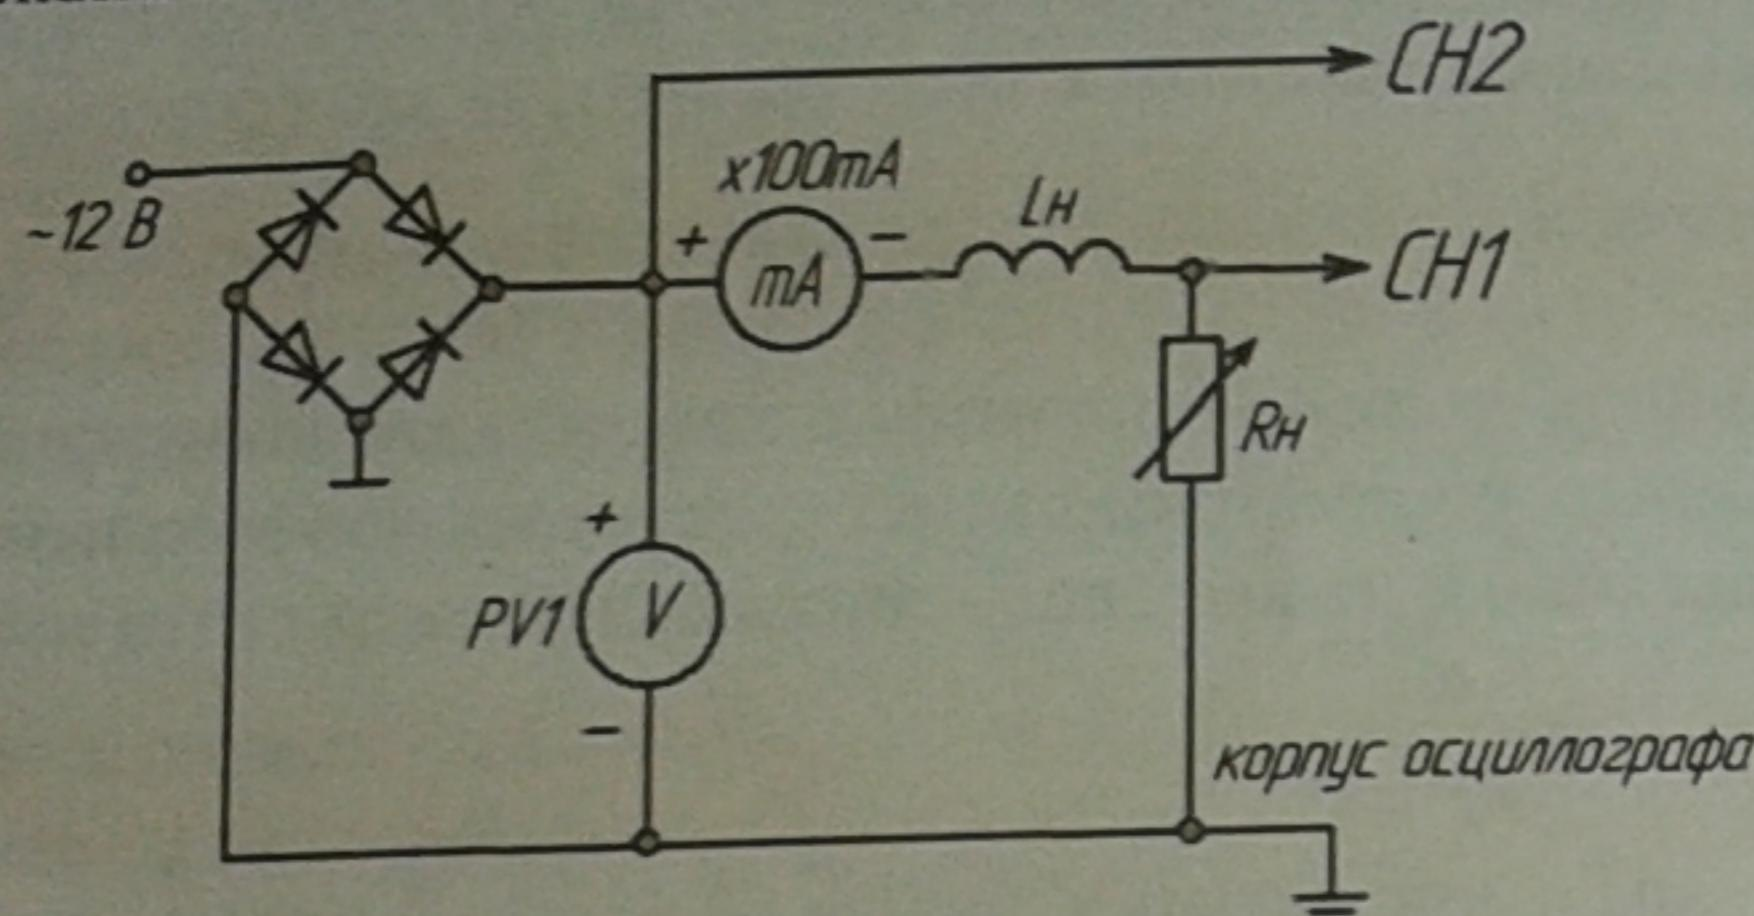

Рис. 3
- а) собрать схему по рис. 3. Включить один или два дросселя последовательно. Установить заданное значение тока нагрузки. На экране осциллографа наблюдать осциллограммы напряжений на входе и выходе фильтра;